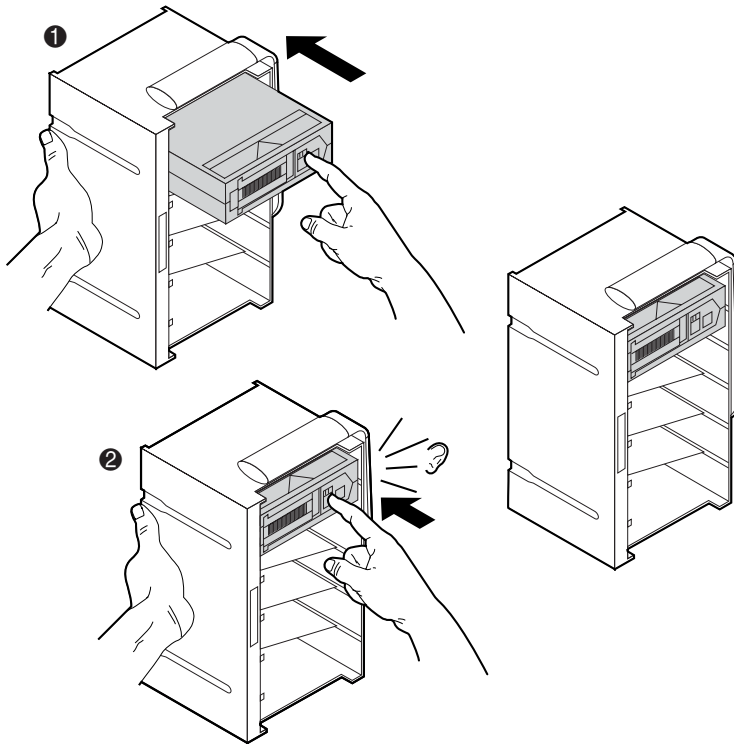

Figure 2-14 : Installation d'une cartouche (magasin à 6 cartouches)
4. Une fois la porte du port de chargement ouverte, placez la cartouche dans un emplacement de magasin ou dans une étagère de bac disponible. Voir les figures 2-14 à 2-18.
1. Insérez une cartouche dans un casier (❶ figure 2-14).
2. Poussez la cartouche jusqu'à ce qu'elle s'enclenche (❷ figure 2-14).